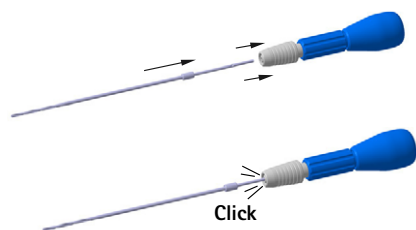

Fig. 3 Montaggio del perforatore
- Inserire il perforatore nell'impugnatura per perforazione (FJ839R), vedere Fig. 3.